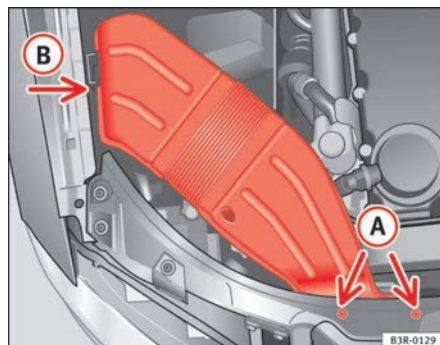

Fig. 187 Conducción de ventilación en el lado derecho del vehículo
- Desenrosque los tornillos **(A)** ⇒ fig. 187.